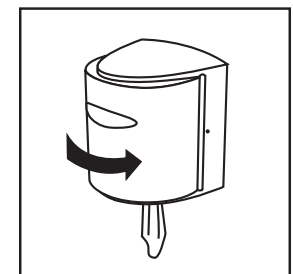

Fig. 11
4. Close the dispenser and begin dispensing. **Fig. 11.**
4. Cierre la distribuidora y verifique la dosificación. **Véase la Fig. 11.**
4. Fermer la boîte distributrice et tirer sur les essuie-mains. **Voir fig. 11.**